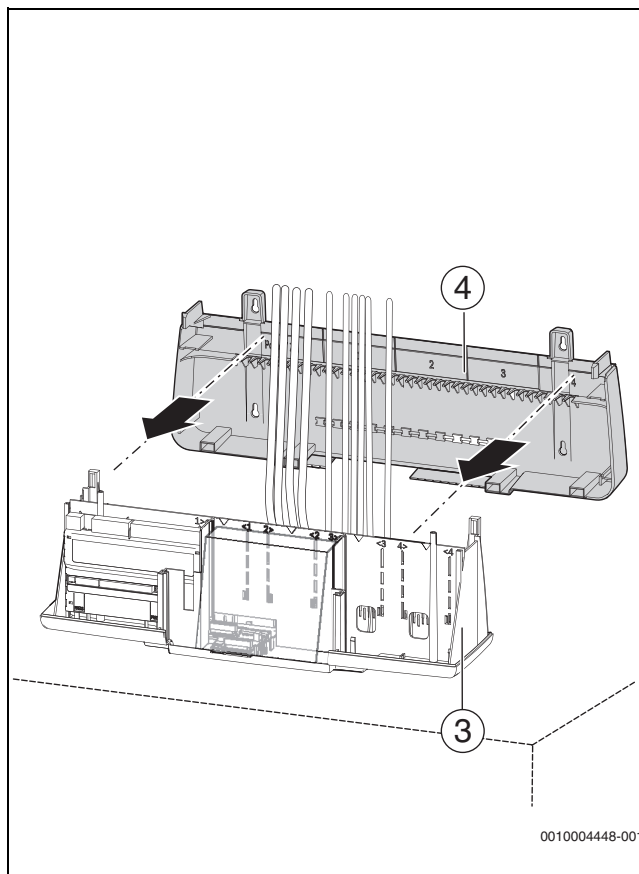

Fig. 35 Fixarea peretelui din spate pe partea inferioară a carcasei
- Fixați peretele din spate (→ fig. 35, [4], pagina 30) pe partea inferioară a carcasei [3].